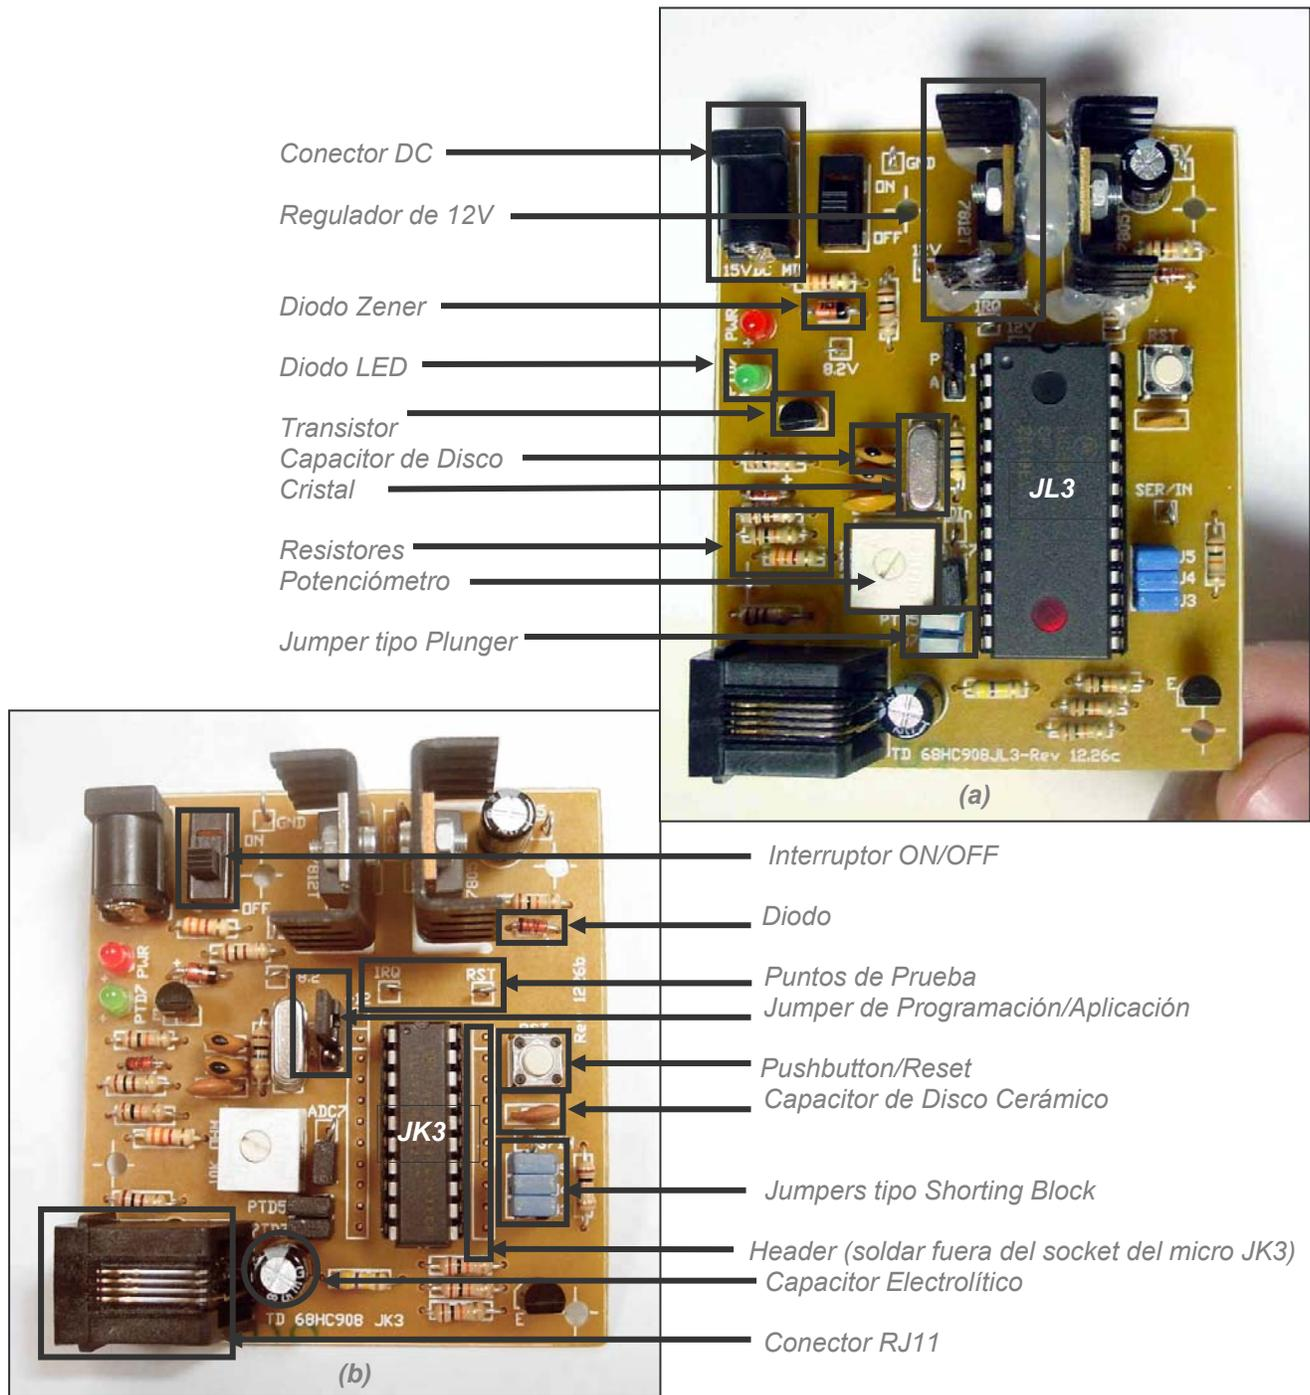
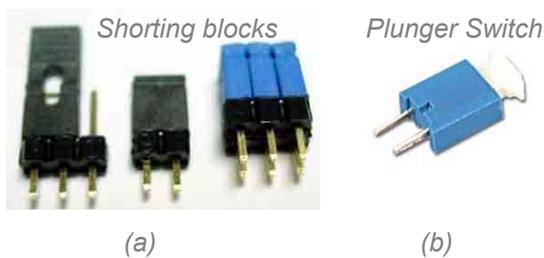

Figura 49. Tarjetas de Desarrollo. (a) TD68HC908JL3. (b) TD68HC908JK3. Usar como referencia al momento de soldar y comparar componentes con la tarjeta a armar.
Figura 59. Jumpers.
1 Ver figura 50 y 52 para referencia al JL3 y figura 49(b) para el header en el JK3.
3 Ver figura 49(a) para ver la ubicación de los reguladores de voltaje.
(b) Inserte las resistencias y despatíllelas. Según la figura 49, si la resistencia esta posicionada horizontalmente, la primera banda está a su mano izquierda apuntando hacia los LEDs; si está posicionada verticalmente, su primera banda apunta hacia los reguladores de voltaje.
4 Ver figura 49 y 56
5 Ver figura 49 y 56, la franja gris apunta hacia los reguladores o hacia afuera de la placa.
En esta sección refiérase a la figura 59.
7 Ver figura 49(a) y 59(b)
- (b) Con los dos (2) primeros grupos de tres (3), insérteles tres (3) jumpers.
- (c) Ubíquelos según la figura 49
- (e) Obtenga dos (2) grupos de dos (2) e insérteles dos jumpers.
- (f) Ubíquelos según la figura 49 donde irían los tipo plunger y suelde.
- (g) Termine de armar los jumpers según la figura 59 (jumper Programación/Aplicación y ADC), observe su ubicación en la figura 49 y suelde.